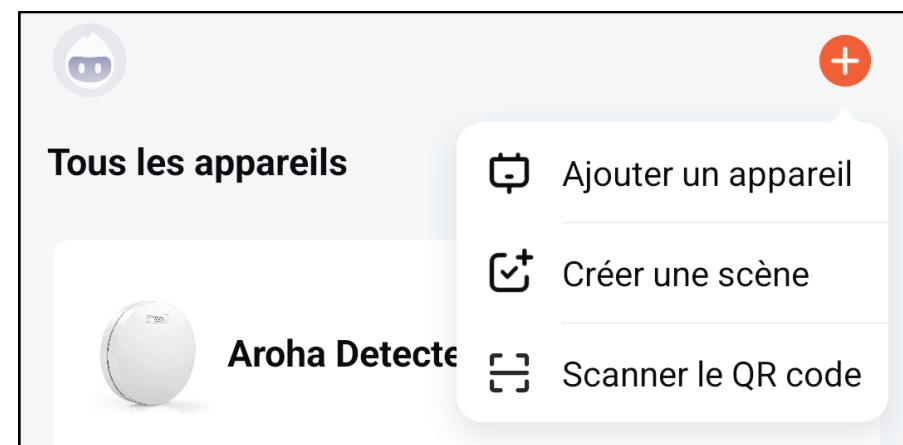
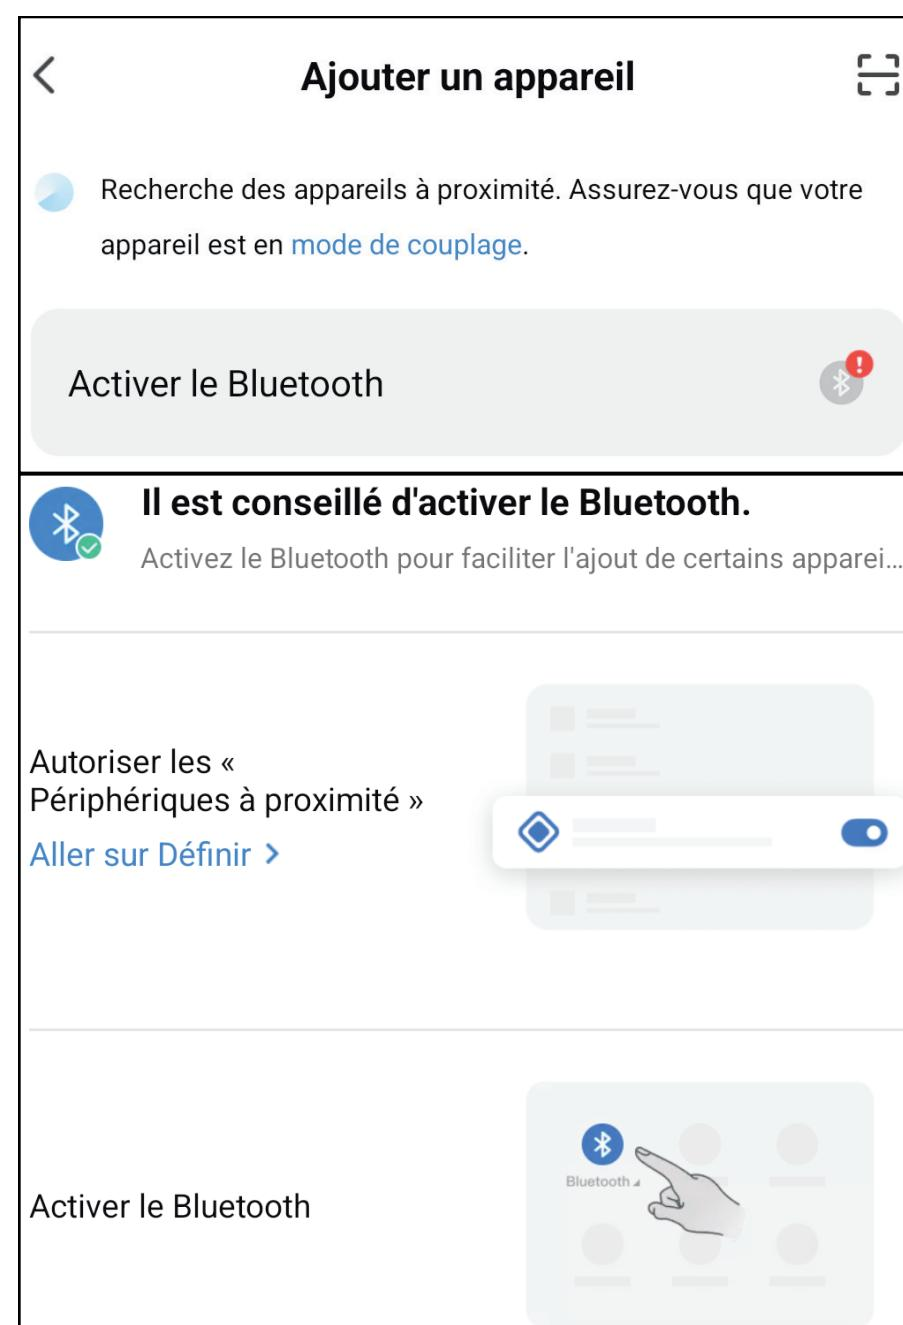

Figure 2: Ajouter un appareil dans l'application
Figure 3: Activez Bluetooth dans l'application
Étape 5: Cliquez sur le "+" dans le coin supérieur droit de l'écran d'accueil de l'application. Choisissez ensuite "**Ajouter un appareil**", comme vous le voyez sur la figure 2. L'application recherchera désormais automatiquement les appareils en mode couplage. Suivez les étapes décrites dans l'application. Si l'application elle-même n'est pas encore autorisée à utiliser Bluetooth, cliquez sur la notification et suivez les étapes pour autoriser l'application à accéder à Bluetooth, comme vous le voyez dans la figure 3.